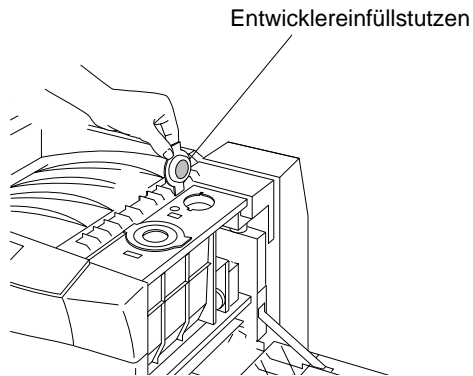

Abbildung 4-17 Öffnen des Entwicklereinfüllstutzens
7. Öffnen Sie den Entwicklereinfüllstutzen, wie in Abbildung 4-17 gezeigt.